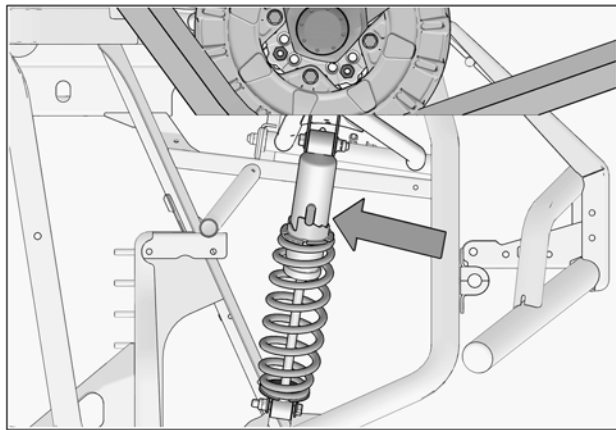

Fig. 27
1. Vérifier l'ajustement de la suspension; si les amortisseurs sont réglables, ils doivent être réglés au niveau le plus ferme pour permettre un maximum de dégagement entre les systèmes et les ailes du véhicule. Voir la Fig. 27